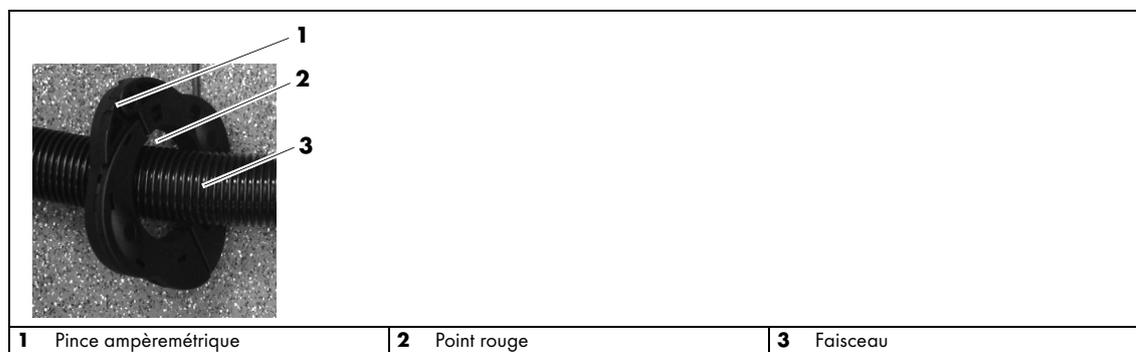
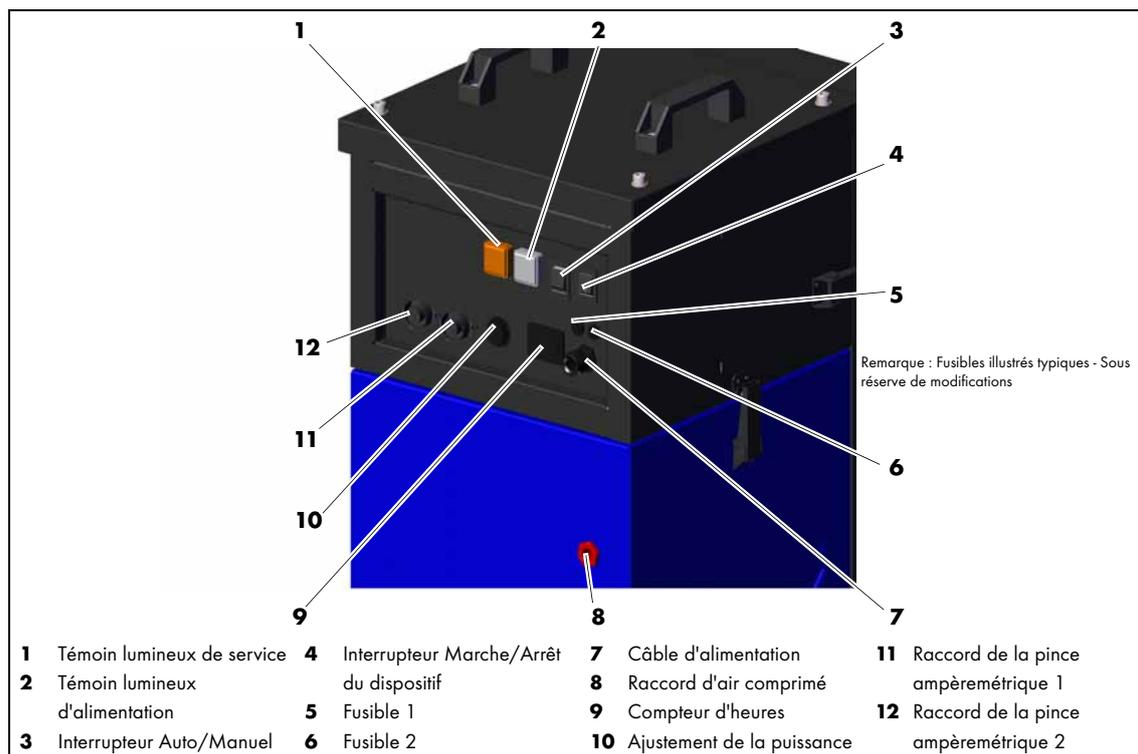

Fig. 4 Installation de la pince ampèremétrique
Fig. 5 Éléments de commande/raccords
⇒ Fig. 5 à la page FR-14.
⇒ Fig. 5 Éléments de commande/raccords à la page FR- 14
- 1 Connectez la pince ampèremétrique (1), fig. 4, au raccord de pince ampèremétrique 1 (11), fig. 5.
- 1 Mettez l'interrupteur Marche/Arrêt **(4)** du système d'extraction en position « Arrêt » (fig. 5).
- 1 Mettez l'interrupteur Marche/Arrêt (4) du système d'extraction en position « Arrêt » (fig. 5).
- 3 Desserrez les vis (3) et sortez le bac collecteur de poussière (2).
- 4 Videz le bac collecteur de poussière (2).